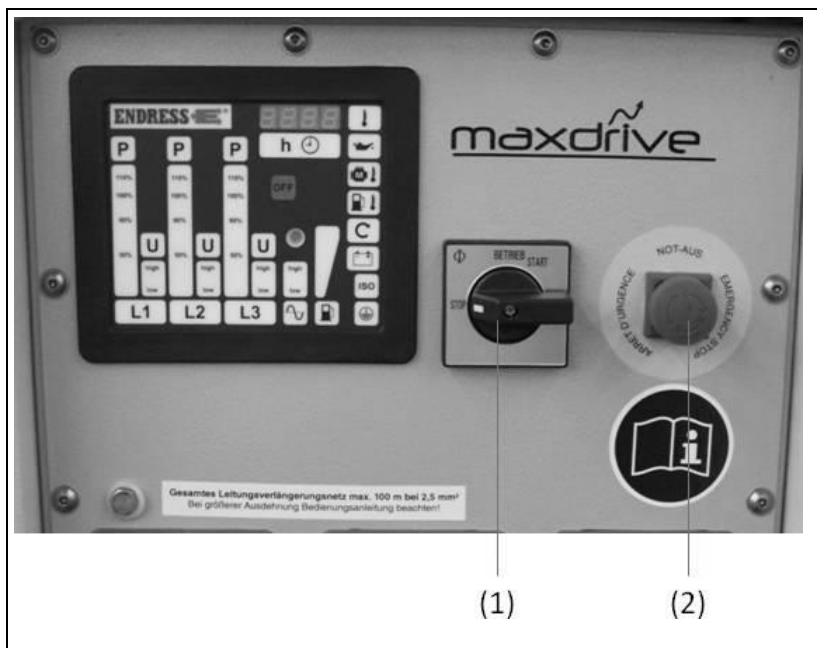

Abb. 4-2: Bedienpaneel Standardausführung
3. START-STOP-Schalter (Abb. 4-2-(2)) ganz nach rechts in Position „START“ drehen bis Motor startet und dann loslassen.
3. START-STOP-Schalter (*Abb. 4-2-(1)*) auf Stellung „1“ stellen.
1. START-STOP-Schalter (*Abb. 4-2-(1)*) auf Stellung „1“ stellen
3. START-STOP-Schalter (*Abb. 4-2-(1)*) auf Stellung „0“ stellen